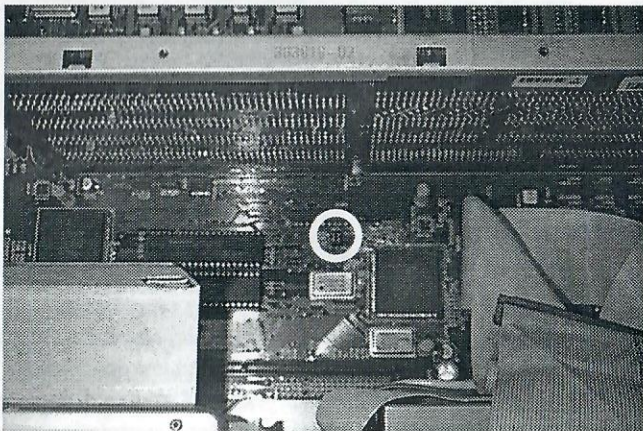

Abbildung 3.
7. Vor Einbau der Trägerplatine müssen die zwei Clock-Jumper, die auf dem Mainboard unter der CPU-Platine mit INT und EXT beschriftet sind (siehe Abbildung 3), auf die richtige Position gesetzt werden. Für den Betrieb der CYBERSTORM MKII müssen diese auf die Position „INT“ gesetzt werden. Je nachdem, ob Sie das CYBERSTORM in einem AMIGA 4000/030 oder AMIGA 4000/040 einbauen, sind diese Jumper auf die Position EXT oder auf die Position INT gesetzt. Bitte beachten Sie, daß ein Betrieb der CYBERSTORM in der falschen Position nicht möglich ist, und der Rechner bei einer solchen falschen Position nicht mehr bootet.